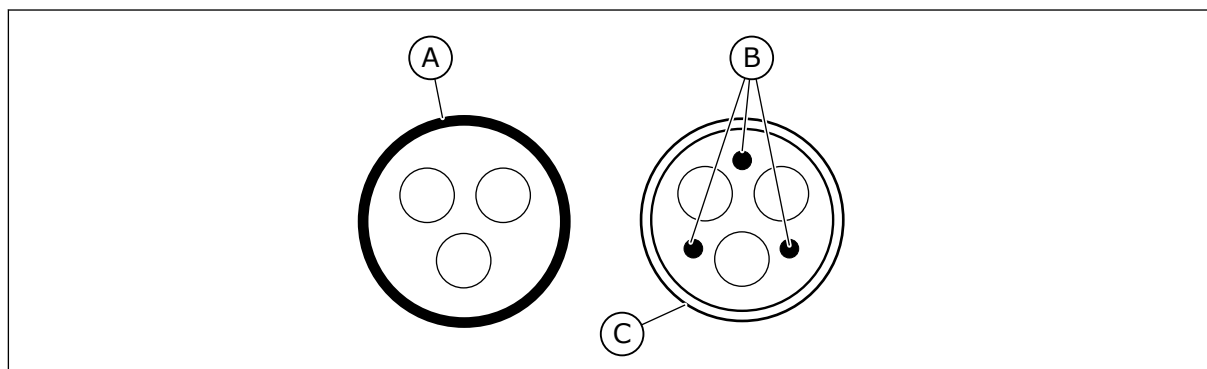

Bild 18: Kablar med PE-ledare
2. En symmetrisk strömkabel med en koncentrisk skyddsledare. En kabel för den angivna spänningen. Vi rekommenderar en NKCABLES/MCMK-kabel. Se *Bild 18*.
3. En symmetrisk strömkabel med en kompakt lågimpedansskärm. En kabel för den angivna spänningen. Vi rekommenderar en kabel av typen NKCABLES/MCCMK, SAB/ÖZCUY-J eller liknande. Se *Bild 18*. * = För EMC-nivåerna C1 och C2 krävs 360° jordning av skärmen med genomföringar i motorändan.